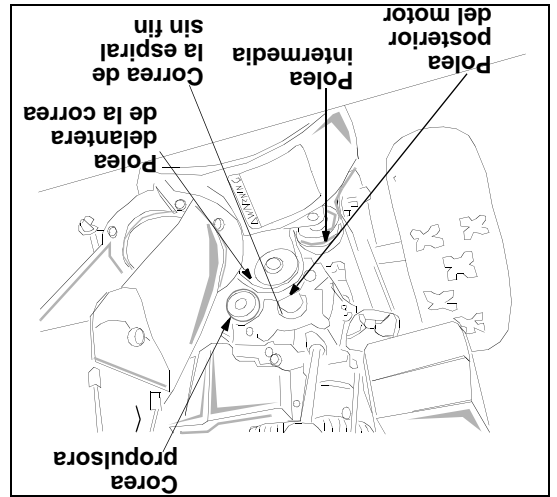

Figura 27
- Separe la polea intermedia de la polea del propulsor y extraiga la polea de la polea del motor. Encontrará la polea intermedia en la parte delantera del motor y debajo de la cubierta de la correa que extrajo previamente. Vea la Figura 27.